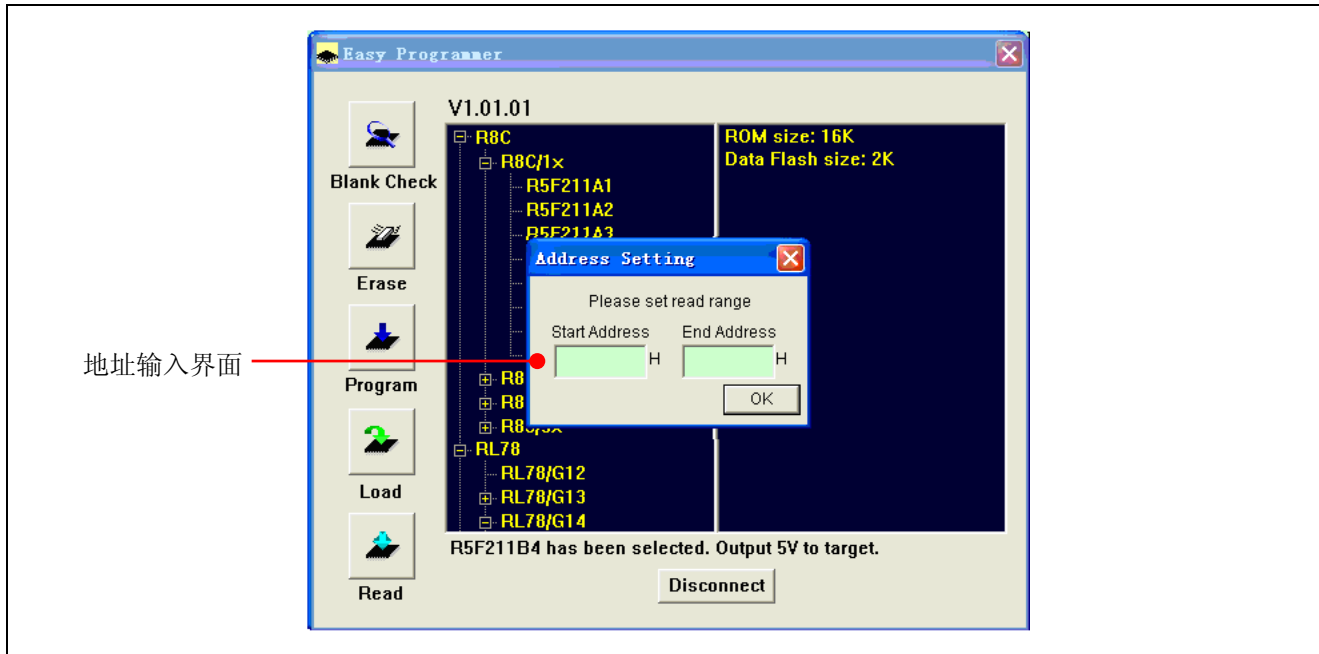

图 2.28 地址设定对话框
- 1) 单击“Read”按钮，将弹出如图 2.28 所示的地址设定对话框。